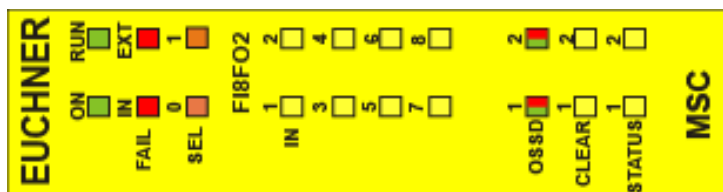

Figura 15:
8.3.3. Módulo FI8FO2 (Figura 15)